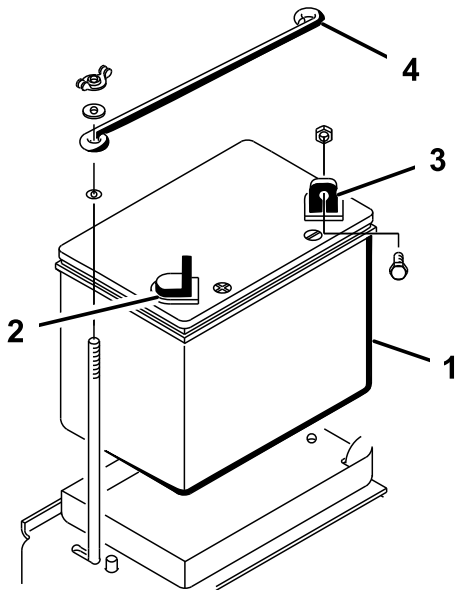

Figura 5
- Coloque la batería en la bandeja situada detrás de la rueda derecha, con el borne negativo hacia la parte trasera de la máquina (Figura 5).